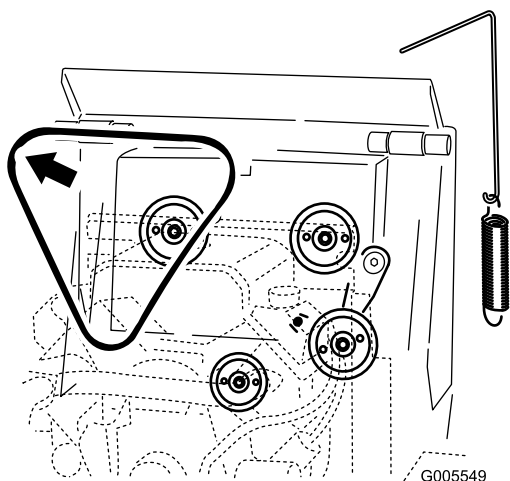

Figura 49
5. Togliere la cinghia dalle tre pulegge (Figura 49).